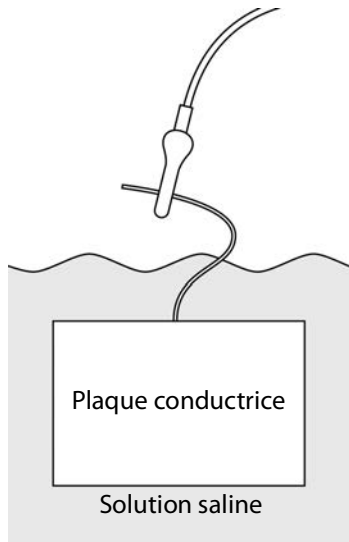

Figure 16 Raccordement de la plaque conductrice
- a Raccorder le câble noir à la plaque conductrice plongée dans la solution saline, comme indiqué à la **Figure 16**.